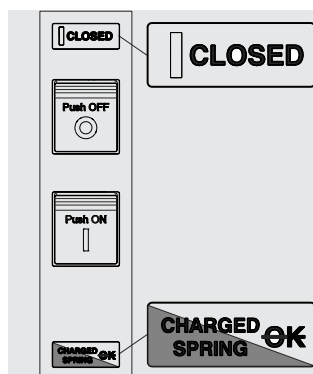

Figura 84
4. Interruptor cerrado con resortes cargados y no listo para el cierre (véase Figura 84). Este estado se verifica cuando después del cierre (véase paso 4 - Maniobras apertura/cierre manual del interruptor) se recargan los resortes manualmente o automáticamente con el motorreductor (si lo equipa).